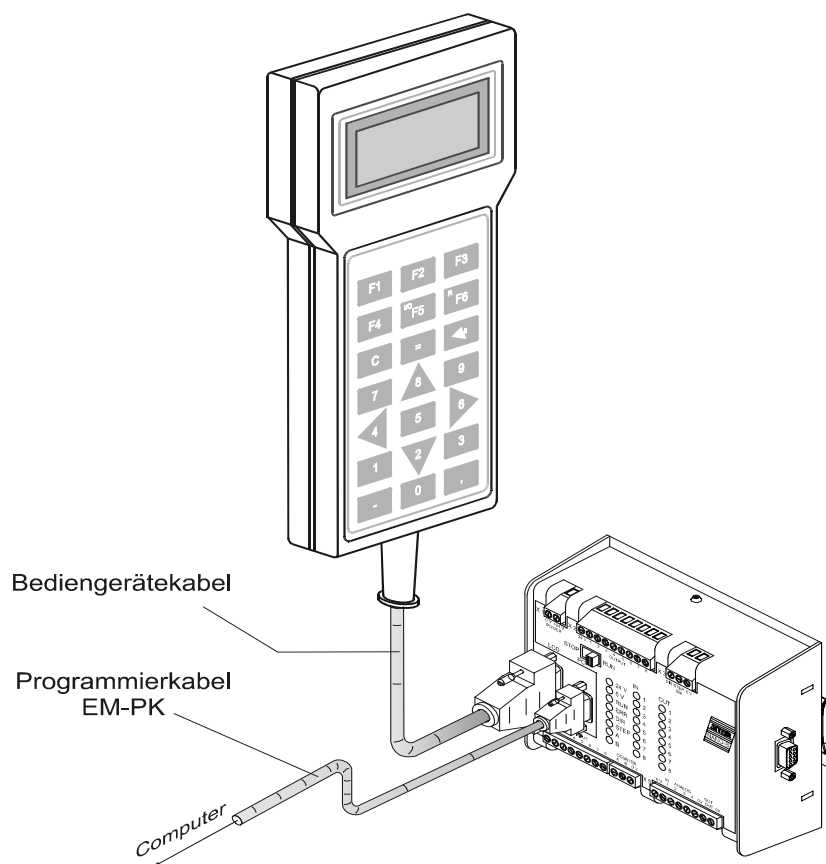

Abb. 2: Beispiel: Verbindung LCD 52 zur PROZESS-SPS NANO-B
- ist eine dauerhafte Verbindung vom Bediengerät LCD 52 zur PROZESS-SPS mit dem Bediengeräte­kabel herzustellen, vgl. Abb. 2, Seite 12.